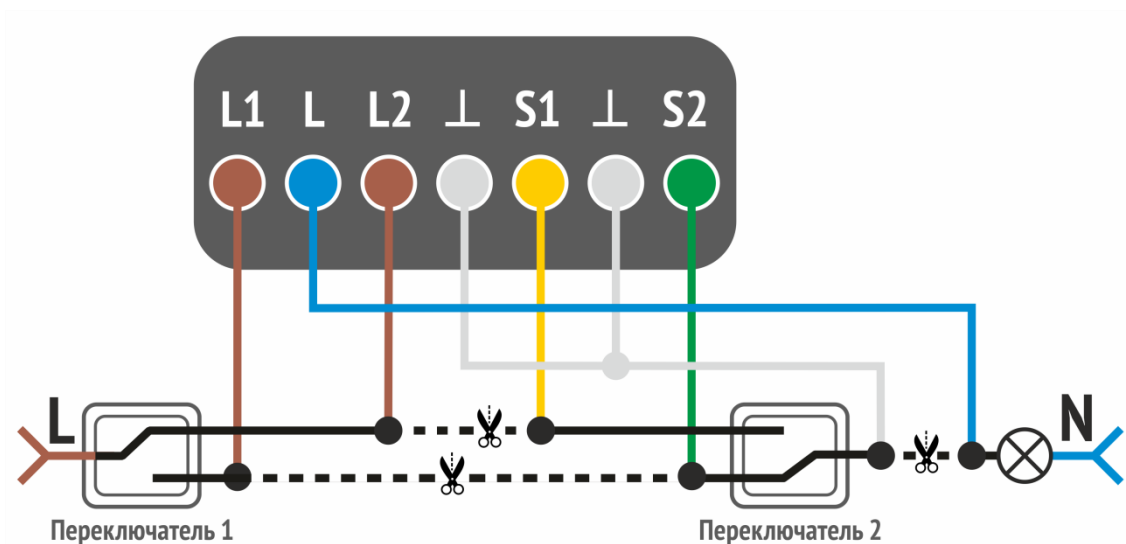

Рисунок 7.2 – Схема подключения модуля для управления линией освещения с проходными переключателями
- 4) Провода входной фазы подключите к коричневым выводам модуля (L1 и L2), а провод выходной фазы подключите к синему выводу модуля (L).
- 6) Подключите желтый (S1) и зеленый (S2) выводы модуля к отключенному переключателю вместо проводов входной фазы в соответствии со схемой (см. рисунок 7.2).